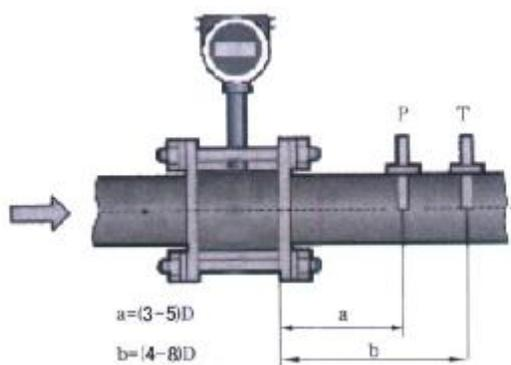

图 12 温度、压力安装点示意图
- Y PT100 铂电阻应安装在流量计下游 4~8D 处（如图 12 所示），在选好的位置上开一个 25mm 圆孔，把铂电阻底座垂直或倾斜焊在开好的圆孔上，把铂电阻装在底座上并确保密封可靠无泄露。
- Y 压力变送器应安装在流量计下游 3~5D 处（如图 12 所示），开孔的位置应使弯管装好后垂直地面。在选好的位置上开一个 20mm 圆孔，把弯管的一头垂直焊在开好的圆孔上，把配套阀门拧在弯管的另一头上，阀门的上端装上压力变送器，阀门的两端应密封可靠确保无泄露。如果测量高温介质应提前把弯管灌上水，防止因温度过高损伤压力变送器。